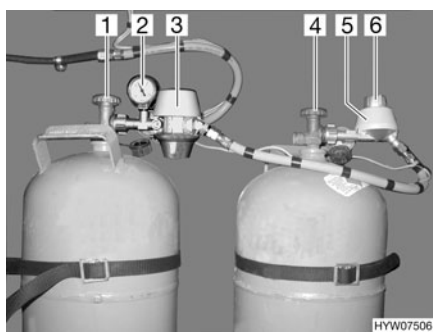
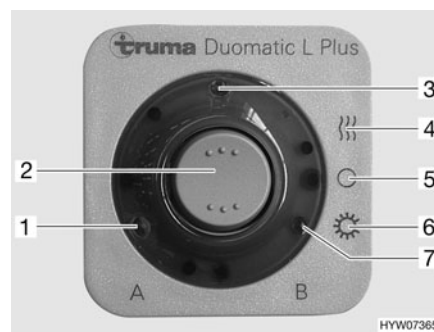

Fig. 80 Dispositif de commutation Duomatic
Fig. 81 Unité de commande
Le dispositif de commutation Duomatic consiste en un régulateur central (Fig. 80,3) et un régulateur de commutation (Fig. 80,5). Un bouton rotatif (Fig. 80,6) situé sur le régulateur de commutation permet de définir laquelle des bouteilles de gaz est celle de service et laquelle est celle de réserve.
Le manomètre (Fig. 80,2) du régulateur central affiche la pression dans la bouteille de gaz et non pas le niveau de remplissage de la bouteille. Le manomètre permet de contrôler l'étanchéité de la bouteille de gaz.
Seules les fonctions électriques peuvent être activées sur l'unité de commande (Fig. 81). Les robinets principaux des bouteilles de gaz (Fig. 80,1 et 4) doivent être ouverts manuellement.
- Ouvrir les robinets principaux des bouteilles de gaz (Fig. 80,1 et 4).
- Choisir la bouteille de gaz avec le bouton rotatif (Fig. 80,6) situé sur le régulateur de commutation (Fig. 80,5) à partir de laquelle le gaz sera utilisé principalement (bouteille de service).
Lorsque le bouton rotatif se situe dans le domaine rouge, le gaz est prélevé prioritairement à partir de la bouteille de gaz équipée du régulateur central (Fig. 80,3).
Lorsque le bouton rotatif se situe dans le domaine vert, le gaz est prélevé prioritairement à partir de la bouteille de gaz équipée du régulateur de commutation (Fig. 80,5).
- Mettre en marche le dispositif de commutation Duomatic sur l'unité de commande (Fig. 81).
Pour ce faire, régler le commutateur à bascule (Fig. 81,2) sur régime hiver "Marche et chauffage" (Fig. 81,4) ou bien sur régime été "Marche" (Fig. 81,6). Les deux régulateurs de pression du gaz sont maintenant désaérés. Le voyant de contrôle (Fig. 81,3) s'allume.
- Mettre le commutateur à bascule (Fig. 81,2) sur "O" (Fig. 81,5). Le voyant de contrôle (Fig. 81,3) s'éteint.
- Fermer les robinets principaux des bouteilles de gaz (Fig. 80,1 et 4).
Les voyants de contrôle de l'unité de commande (Fig. 81) signalisent à l'intérieur du véhicule si les bouteilles de gaz sont en état de marche.
- Voyant de contrôle "A" (Fig. 81,1) : Bouteille de gaz raccordée au régulateur central
- Voyant de contrôle "B" (Fig. 81,7) : Bouteille de gaz raccordée au régulateur de commutation